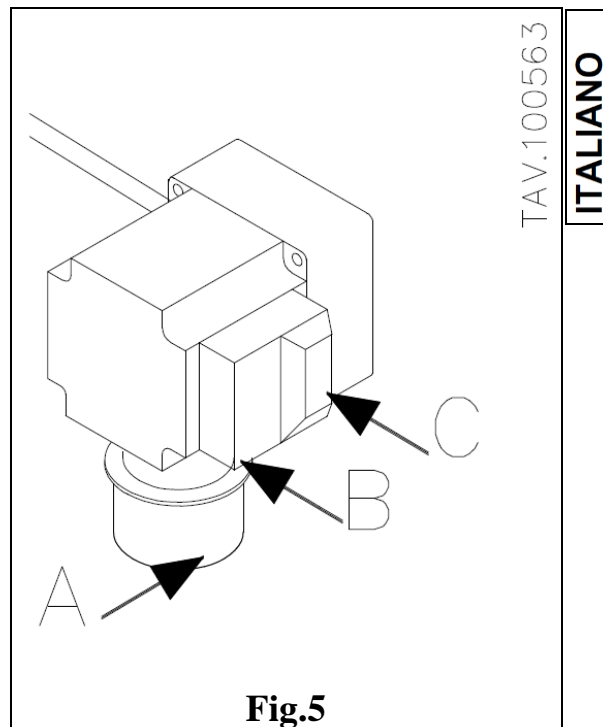

Fig.5
(Per una migliore comprensione si consiglia la visione di fig 5 e dello schema elettrico di fig 13b).
1. Collegare la spina del cavo elettrico volante all'apposita presa a 220V 50 Hz (part.A di fig.5) della macchina [Detta presa fa parte di un'apposita scatola contenente anche l'interruttore generale]. La spina deve essere inserita ad interruttore generale **APERTO**.
2. Premere il pulsante dell'interruttore generale (part. A di fig.5), posto sotto al piano di lavoro della macchina. Detto interruttore è dotato di relè di minima tensione, perciò esso si chiuderà soltanto se arriverà una corretta tensione , a spina ben innestata, con interruttore generale **CHIUSO** e fusibili integri. Prima di utilizzare lo spaccalegna si raccomanda di lasciare il motore avviato per circa 5 minuti in modo che l'olio raggiunga una corretta temperatura. Per comandare l'arresto della macchina basta premere il tasto (part.A di fig.5).